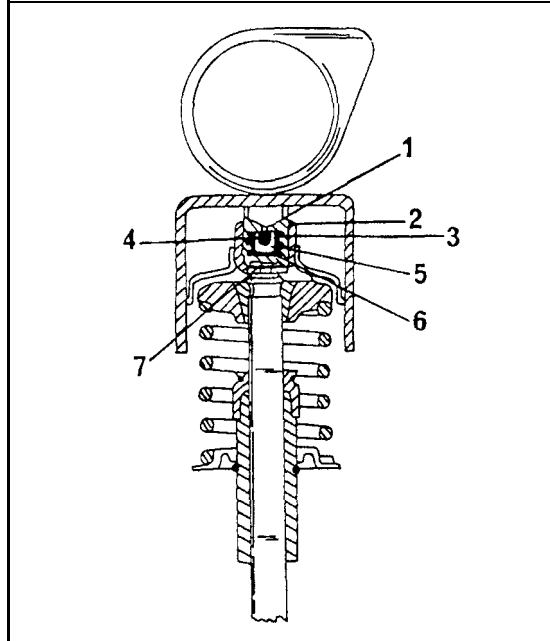

Bild 170
- Den oder die Stößel der Reihe nach mit einem Sauger aus den Bohrungen ziehen und sofort deren Zugehörigkeit in geeigneter Weise kennzeichnen. Beim Einbau die Stößel in die ursprünglichen Bohrungen einsetzen, falls sie wieder verwendet werden. Die Nockenwelle einbauen (Kapitel 3.11.6) und alle anderen Arbeiten in umgekehrter Reihenfolge wie beim Ausbau durchführen. Bild 170 zeigt einen Schnitt durch ein Ventil mit dem Stößel und dem Ausgleichselement, um zu zeigen, wie die Teile innerlich aussehen.